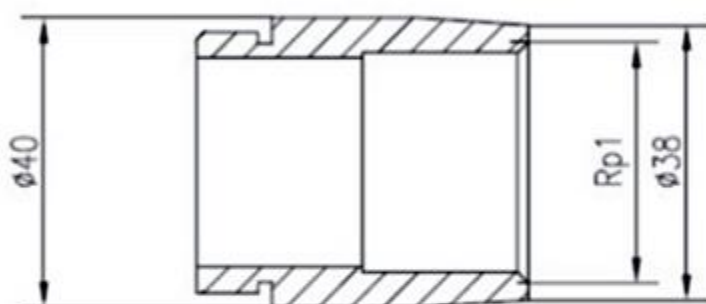

图2 LSS2004-AL吹扫口(气咀)结构尺寸
1、气咀：如下图2所示。气咀是固定在仪器上，与吹扫系统相连的接口，标配的气咀外径40mm，内设1寸管螺纹。